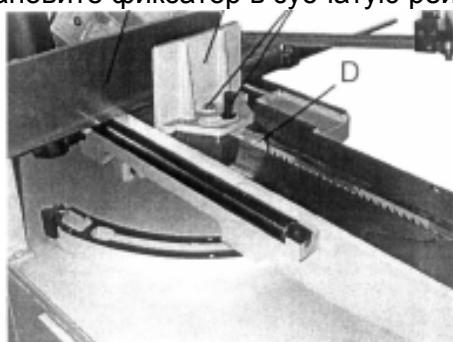

Рис. 18
- Для быстрого перемещения приподнимите фиксатор (D, Рис. 18) передвиньте подвижную губку тисков в необходимое положение и снова установите фиксатор в зубчатую рейку.